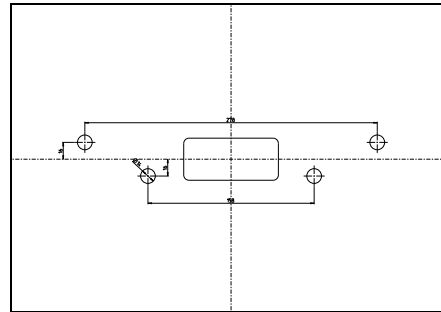

Abb. 2: Bohrmaße
- ▶ Bohrmaße für Ankerstangen siehe Abb. 2.